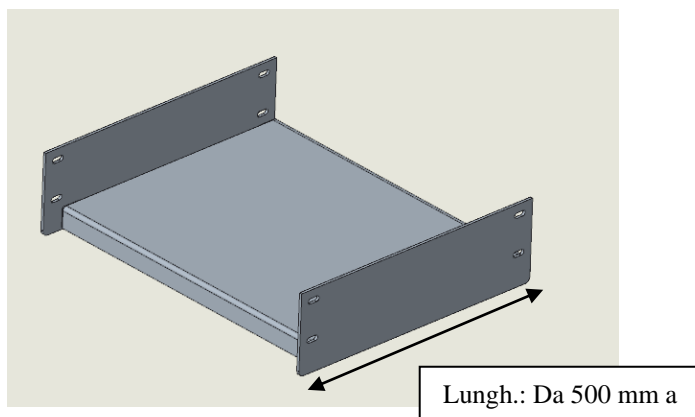
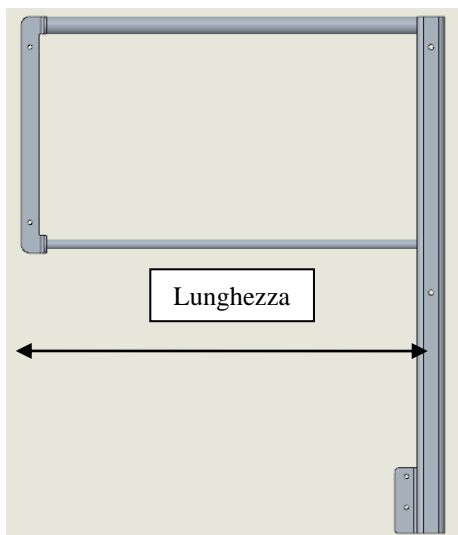
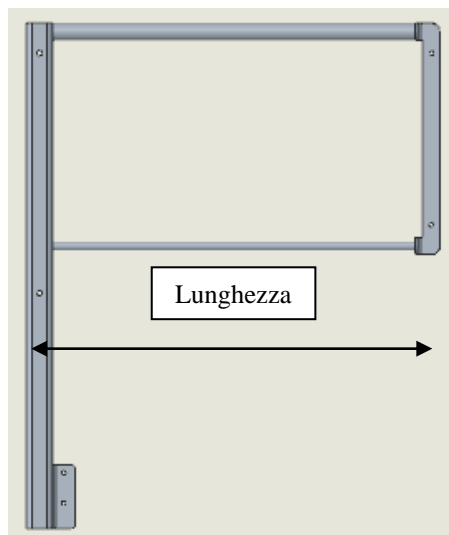

FIG. 5: 2 lunghezze possibili
FIG. 6: 2 lunghezze possibili
FIG. 7
- Montare le ringhiere diritte d'ingresso (**FIG. 6**) sulla passerella. Utilizzare le viti HM10x80 + rondelle + dadi del kit bulloneria (**REP11**).
- Montare la scala (**FIG. 7**) con la ringhiera diritta di ingresso (**FIG. 6**). Utilizzare le viti HM10x80 + rondelle + dadi del kit bulloneria (**REP11**).
- Montare le ringhiere d'ingresso (**FIG. 5**) sulla passerella con la scala (**FIG. 7**). Utilizzare le viti HM8x25 e le viti HM10x80 + rondelle + dadi del kit bulloneria (**FIG. 11**).